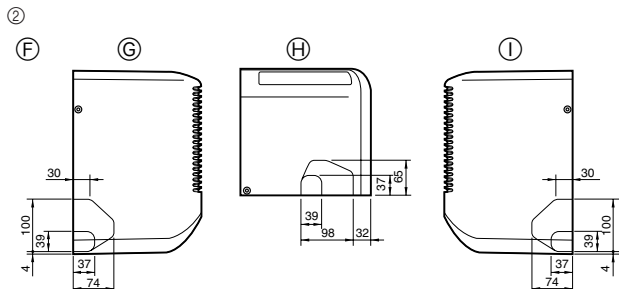

Fig. 4-4
- ② Determinare la posizione dei fori di espulsione del corpo dell'unità (Fig. 4-4)